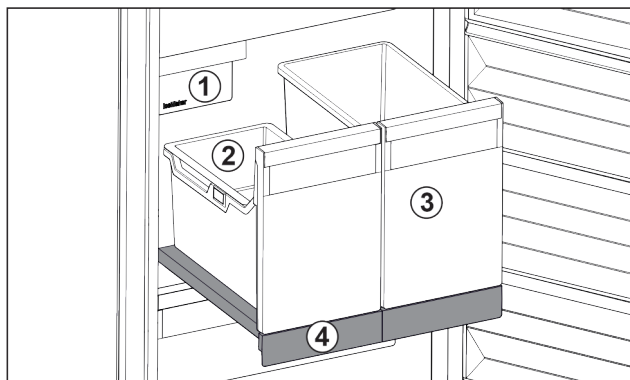

Fig. 103 Wysuwana półka z IceTower
- (1) IceMaker
- (2) Półka zawieszana na kostki lodu
- (3) Pojemnik, np. na pizzę, napoje alkoholowe
- (4) Wysuwana półka
Na wysuwanej półce znajdują się dwa wysokie pojemniki (IceTower). W pojemniku Fig. 103 (2) zbierane i przechowywane są kostki lodu z IceMaker. Pojemnik Fig. 103 (3) nadaje się do przechowywania wysokich artykułów spożywczych, takich jak pizza i napoje alkoholowe.